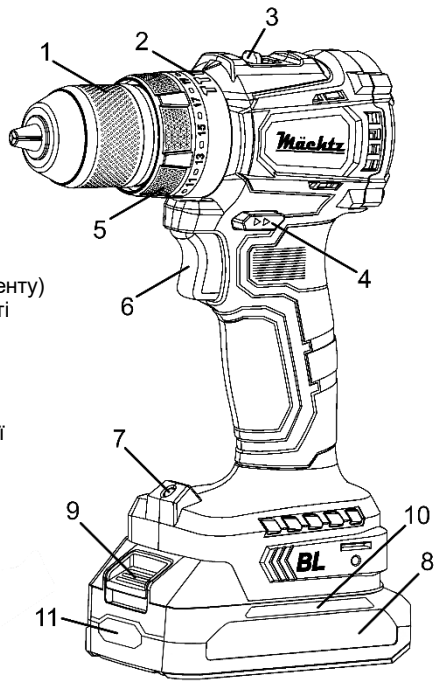
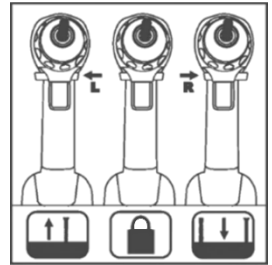

Рисунок 1
Рисунок 2
- щоб увімкнути виріб, натисніть на пускову кнопку (6, рисунок 1) з необхідним зусиллям;
- для вибору необхідного напрямку обертання патрона залежно від характеру виконуваної операції перемістіть перемикач реверсу (4, рисунок 1) в потрібне положення, натиснувши до упору кнопку з відповідним символом (дивіться рисунок 2);
- блокування пускової кнопки (6, рисунок 1) для запобігання випадковому увімкненню електродвигуна виробу, здійснюється переміщенням перемикача реверсу (4, рисунок 1) в середнє (проміжне) положення (дивіться рисунок 2). Блокування необхідно застосовувати при зміні робочого інструмента та під час транспортування (зберігання) виробу.
- перемістіть повзунок механічного перемикача (3, рисунок 1) до упору в положення «1» для вибору швидкісного діапазону 0-450 об/хв або до упору в положення «2» для діапазону 0-1500 об/хв;
4.6.1 Для виконання операцій загвинчування/відгвинчування поверніть кільце вибору режимів роботи (2, рисунок 1) у положення, при якому значок «гвинт» порівняється зі стрілкою на верхній частині корпусу виробу. Потім встановіть необхідний крутний момент, суміштивши вибране значення на кільці регулятора крутного моменту (5, рисунок 1) зі стрілкою на корпусі.
4.6.2 При виконанні технологічної операції «свердління» поверніть кільце вибору режимів (2, рисунок 1) у положення, при якому значок «свердло» порівнюється зі стрілкою на верхній частині корпусу виробу.
4.6.3 При виконанні робіт з буріння пористого бетону або цегляної кладки поверніть кільце вибору режимів (2, рисунок 1) у положення, при якому значок «молоток» порівнюється зі стрілкою на верхній частині корпусу виробу.